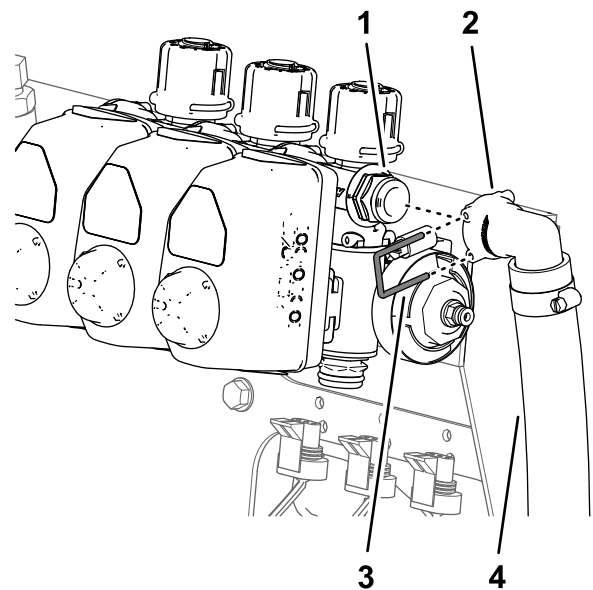

Bild 61
- **Maschinen ohne den optionalen Hand-sprühstab oder die optionale elektrische Schlauchtrommel:** Entfernen Sie den kleinen Halter, mit dem das Schnelltrennanchlussstück des Überlaufschlauchs am Schnelltrennanchlussstück des rechten Abschnittsicherheitsventils befestigt ist (Bild 61).